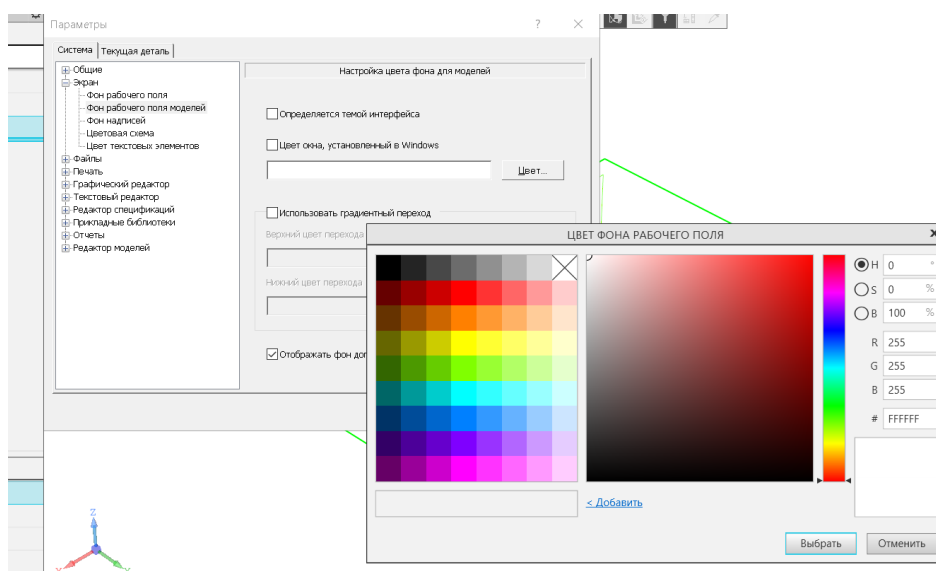

Рисунок 2.4
- Выберите цвет в диалоге **Цвет фона рабочего поля** **белый** (рисунок 2.4) и нажмите кнопку **Выбрать**.